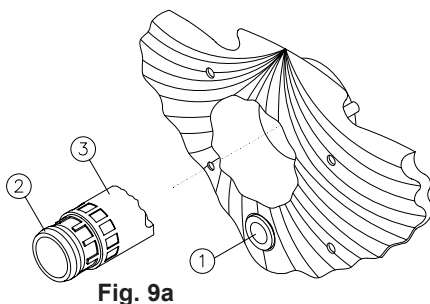

Fig. 9a
De l'intérieur de la piscine, nous mettrons l'appareil en marche en appuyant sur l'interrupteur pneumatique (n° 1, fig. 9a-9b). Lorsque l'équipement fonctionnera, nous pourrons obtenir soit un courant uniquement d'eau ou soit de l'eau mélangée à de l'air, ce que nous obtiendrons en agissant sur les buses de la partie frontale (fig.9a-9b) comme indiqué ci-dessous:
- Jet uniquement d'eau: nous obtiendrons le débit maximal d'eau en tournant complètement la buse intérieure (n°2, fig.9a-9b) vers la gauche.
- Jet d'eau et air: pour régler ou éliminer la quantité d'air, nous tournerons la buse extérieure (n°3, fig.9a-9b) à droite ou à gauche.